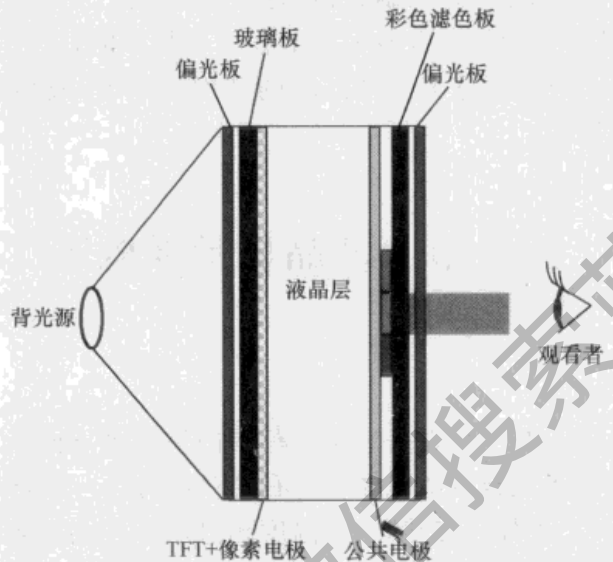

图 1-2 彩电液晶屏光源及观看示意图
(3)液晶本身不发光,需外设光源,外光源可以是阳光,也可以是装在显示屏背面的荧光灯背光源。图 1-2 所示为彩电液晶屏光源及观看示意图。